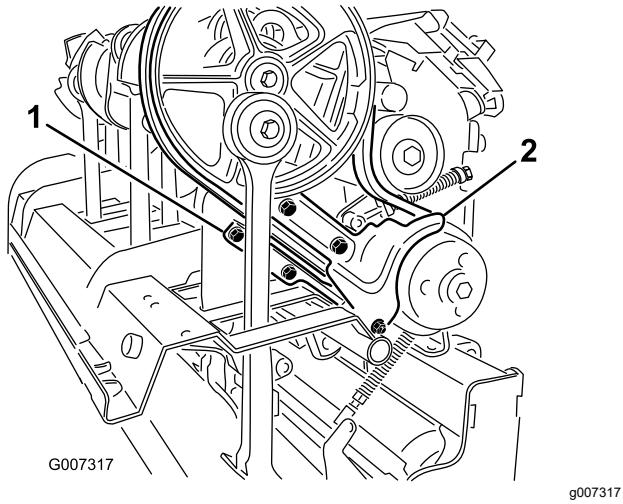

Figure 36
- Retirez les fixations qui maintiennent le pare-boue et le protège-courroie inférieur (Figure 36). Déposez le pare-boue et le protège-courroie inférieur.